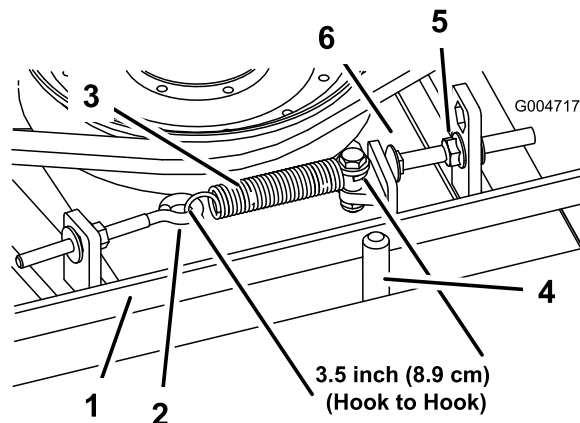

Figura 64
Quando la tensione è corretta, la molla di prolunga (da gancio a gancio) deve essere lunga circa $89 \text{ mm} \pm 6 \text{ mm}$ (misura interna). Quando la tensione della molla è giusta, regolate il bullone di arresto (bullone a testa tonda) fino ad ottenere un gioco di $3 \text{ mm} + 1,5/-0 \text{ mm}$ tra la testa del bullone ed il braccio di rinvio (Figura 64).
Nota: Verificate che la cinghia si trovi dal lato molla del guidacinghia (Figura 64).
2. Allentate il bullone ad occhio per consentire la rimozione della molla di prolunga (Figura 64).
3. Allentate il dado flangiato che fissa il bullone di arresto alla linguetta di montaggio. Allentate il dado quanto basta per consentire al braccio di rinvio di oltrepassare il bullone di arresto (Figura 64). Allontanate la puleggia tendicinghia dalla cinghia in modo da allentare la tensione della cinghia.
8. Ricollegate la molla di prolunga (Figura 64) al bullone ad occhio e tendete la cinghia come segue: